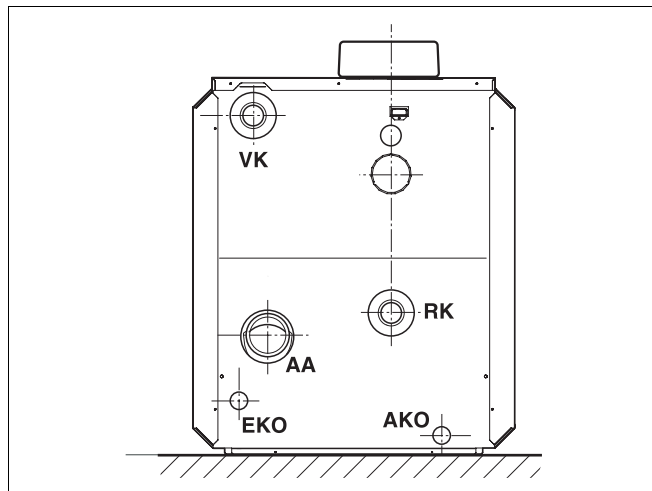
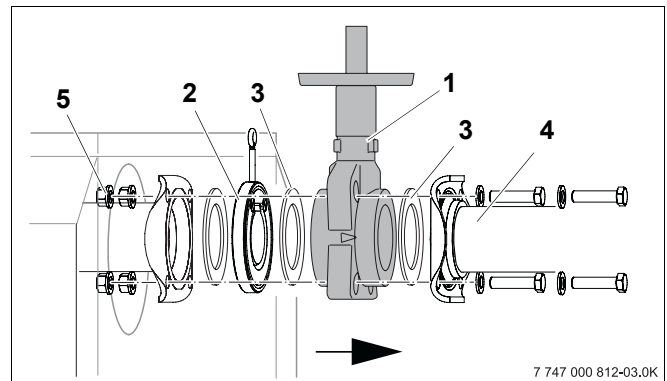

Рис. 4 Подключение котла Logano GB312
Рис. 8 Монтаж запорного вентиля
Все подключения должны производиться только в указанных на рис. 4 местах.
Экспликация рис. 4
Запорные вентили (рис. 8, поз. 1) не входят в поставку, их нужно заказывать отдельно. На каждой подающей и обратной линии можно установить запорный вентиль.
Обратный клапан (рис. 8, поз. 2) остается установленным на подающей линии в соответствии с направлением потока воды.
- Приложите уплотнение (рис. 8, поз. 3) и запорный вентиль (рис. 8, поз. 1) к обратному клапану.
- Соедините четырьмя болтами и гайками (рис. 8, поз. 5) фланец трубы подающей линии (рис. 4, поз. 4) с фланцем подающей линии на котле.